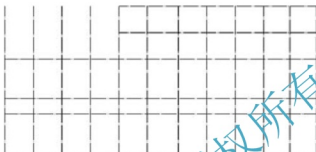

图 2.29 修剪⑤轴线左侧的⑥、⑦轴线
- (1) 单击【修改】工具栏上的【修剪】图标  (快捷键 TR), 启动【修剪】命令。
① 在**选择对象**或**<全部选择>**:提示下,单击⑤轴线上的任意位置,⑤轴线变虚。注意,该步骤所选择的对象是剪切边界,即下面将以⑤轴线为剪切边界,来修剪⑥、⑦轴线。
② 在**选择要修剪的对象**,或按住 **Shift** 键选择要延伸的对象,或 **[栏选(F)/窗交(C)/投影(P)/边(E)/删除(R)/放弃(U)]**:提示下,将光标移至⑥、⑦轴线上,在⑤轴线左边的任意位置单击,这样就以⑤轴线为边界将⑥、⑦轴线位于⑤轴线左侧的部分剪掉了,结果如图 2.29 所示。